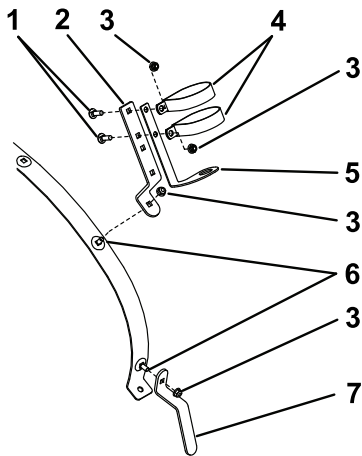

Bild 3
- Befestigen Sie den unteren Schlauchhaken, siehe Bild 3, mit einer Schlossschraube (5/16" x 3/4") und einer Bundmutter (5/16").
- Befestigen Sie den oberen Schlauchhaken, siehe Bild 3, mit einer Schlossschraube (5/16" x 3/4") und einer Bundmutter (5/16").
- Befestigen Sie die Spritzpistolenhalterung am oberen Schlauchhaken, wie in Bild 3 abgebildet.